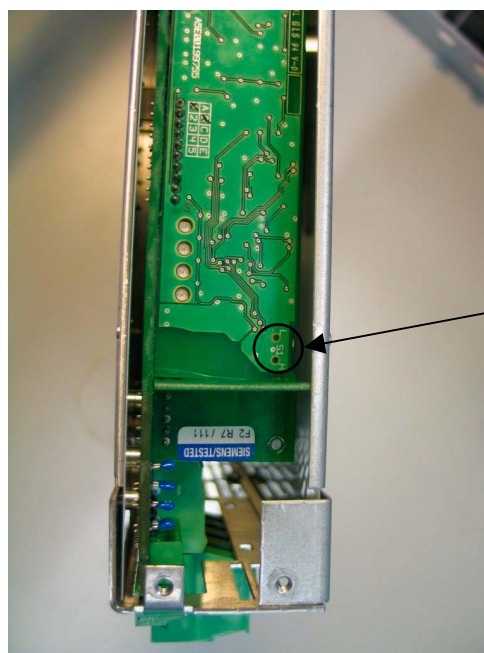

Bild 6-2 Schalter S1 für Ansprechschwelle Bremsen 5 – 50 kW
- ◆ Schalter S1 mit geeignetem Werkzeug, z. B. kleinem Schraubendreher, umstellen (Bild 6-2).